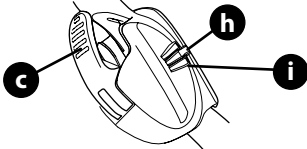

Figure 5
**IMPORTANT :** Lorsque vous placez le loquet (c) en position de verrouillage, assurez-vous que l'indicateur (b) est aligné avec une des trois positions (i). Voir Figure 5.